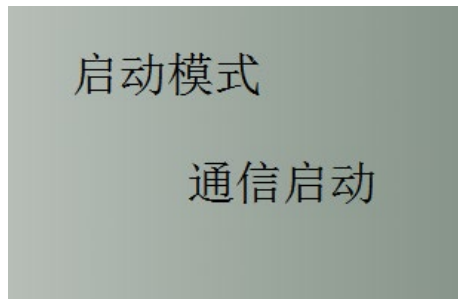

图 3 启动模式设置界面
以启动模式设置为例，进入参数设置界面输入密码后，按翻页键①进入启动模式设置界面，如图 3；按确认键②，进入启动模式设置界面，如图 4，然后按翻页键选择需要设置的启动模式，按确认键确认。启动模式设置完成后，按翻页键选择其他参数进行设置。